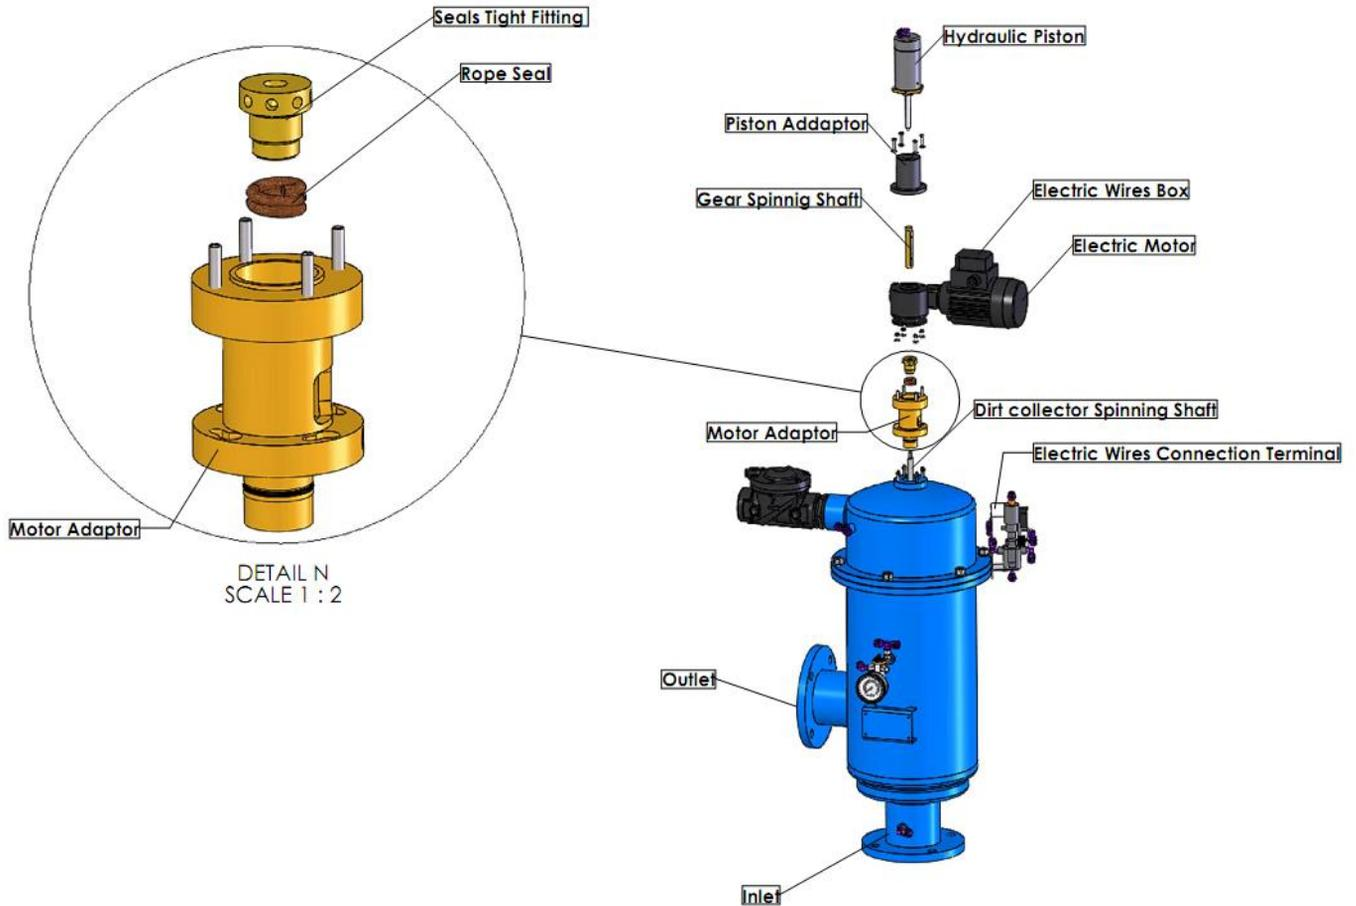

Figure 7: Changement du système d'étanchéité
22. Raccorder les tubes de commande au carter de l'ensemble filtre (voir figure 7).